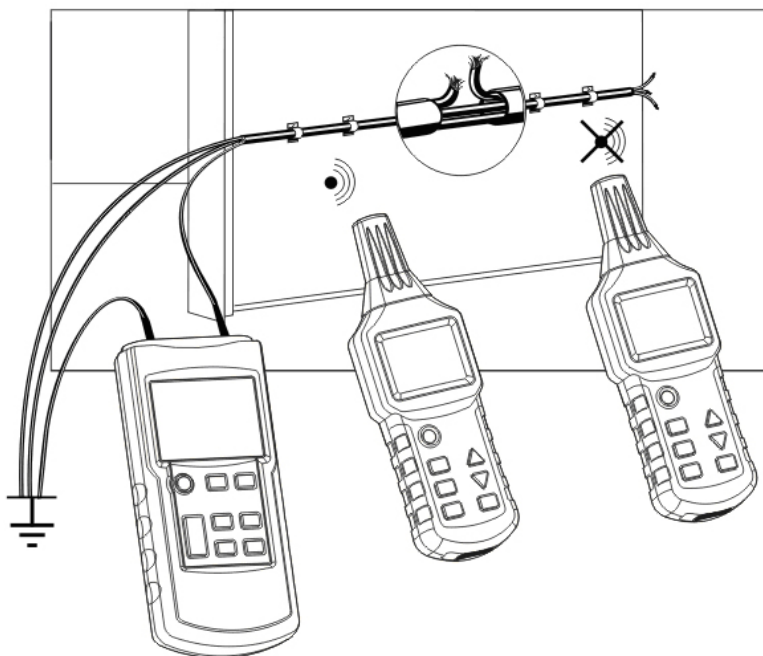

Fig.11
- Occorre collegare alla terra tutte le altre linee secondo la Fig.11.
- Collegate l'emettitore al filo in questione e alla terra secondo la Fig.11.